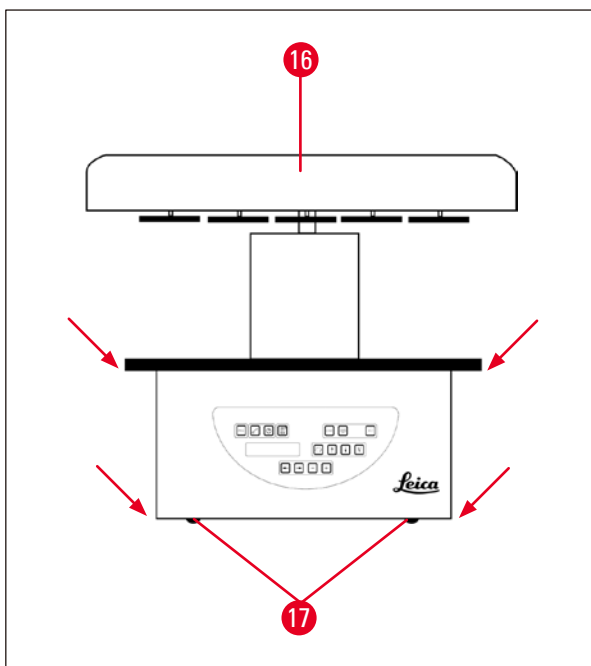

Fig. 12
- lo strumento, afferrarlo dalla piattaforma dei contenitori di reagenti o in basso dall'alloggiamento (→ Fig. 12) e sollevarlo dalla piastra base (→ Fig. 11-10).